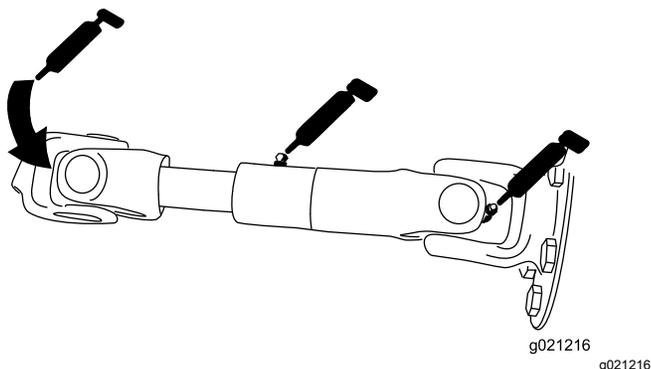

Рисунок 62
- Вал привода насоса (3) (Рисунок 62)